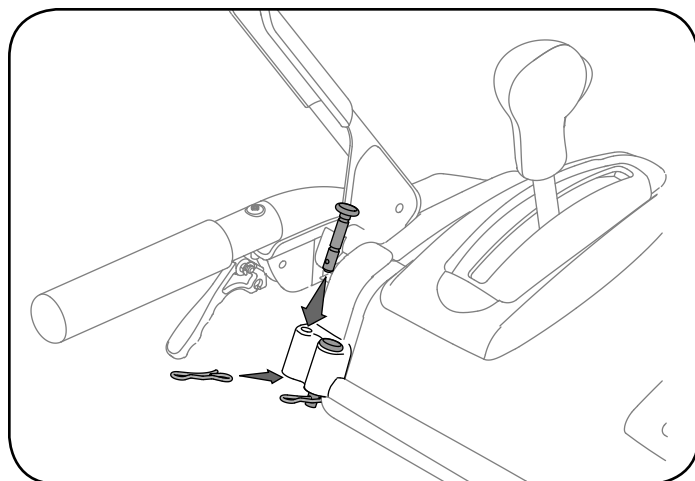

Figura 8
- a. Dos pasadores de cuchilla de repuesto (con pasadores de chaveta). Pueden guardarse en el panel de instrumentos de plástico. Vea la figura 8.
En el panel de instrumentos de plástico hay orificios para el almacenamiento conveniente del pasador de cuchilla. Vea la figura 8.